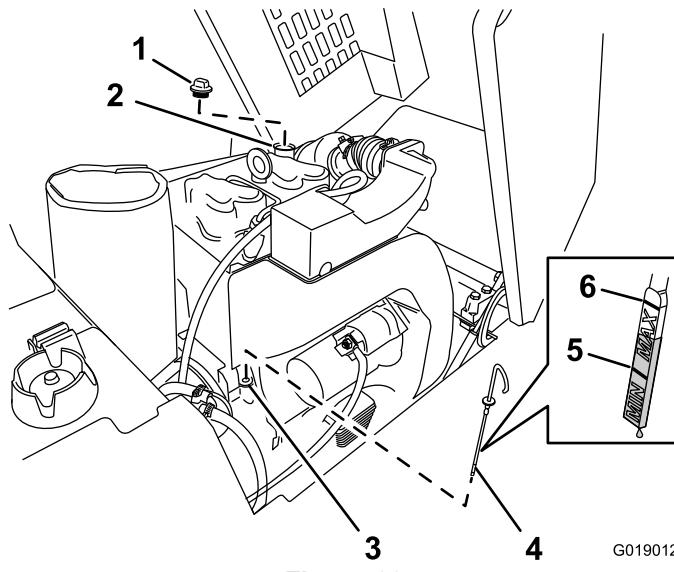

Figura 28
- Limpie alrededor de la varilla de aceite y del alojamiento de la varilla (Figura 28).
- Si el nivel de aceite está por debajo del nivel mínimo de la varilla (Figura 28), siga estos pasos:
- Limpie la zona alrededor del tapón de llenado de aceite y retire el tapón (Figura 28).
- Vierta lentamente suficiente aceite por el tubo de llenado de aceite hasta que el nivel de aceite esté entre los niveles Mínimo y Máximo de la varilla (Figura 28).
- Coloque el tapón de llenado de aceite (Figura 28).